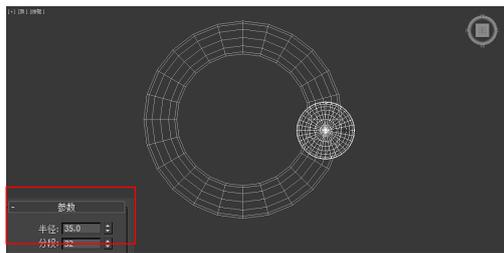

图 3-62 创建球体
- 2 在顶视图中创建一个【球体】，设置【半径】为 35，如图 3-62 所示。